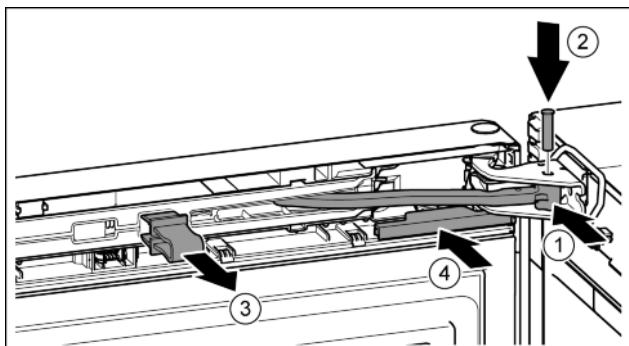

Fig. 21
- Поверніть шарнір в опорному кронштейні. Fig. 21 (1)
- Встановіть гвинт в опорний кронштейн та шарнір. При цьому виступ фіксатора повинен займати правильне положення в пазу. Fig. 21 (2)
- Зніміть запобіжник. Fig. 21 (3)
- Насуньте кришку. Fig. 21 (4)